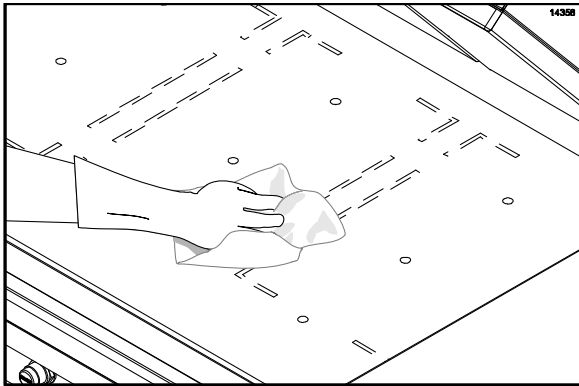

Figure 112
44. Essuyer la surface inférieure du gril avec un chiffon gril propre et trempé dans de l'aseptisant. Répéter jusqu'à ce qu'il ne reste aucune souillure visible (Cf. Figure 112).